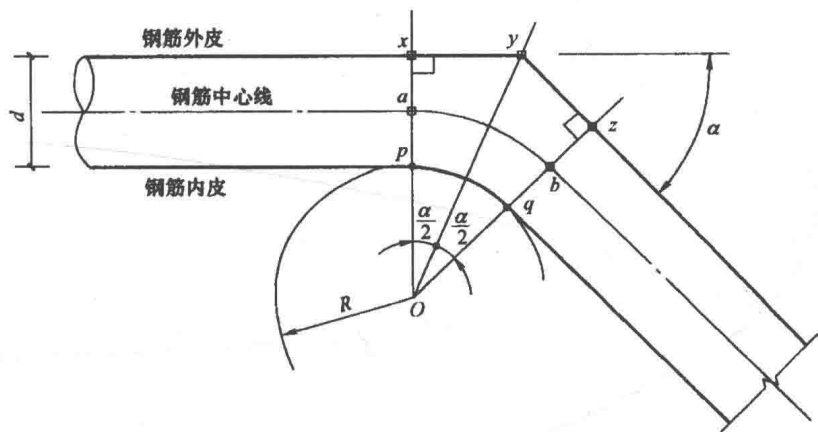
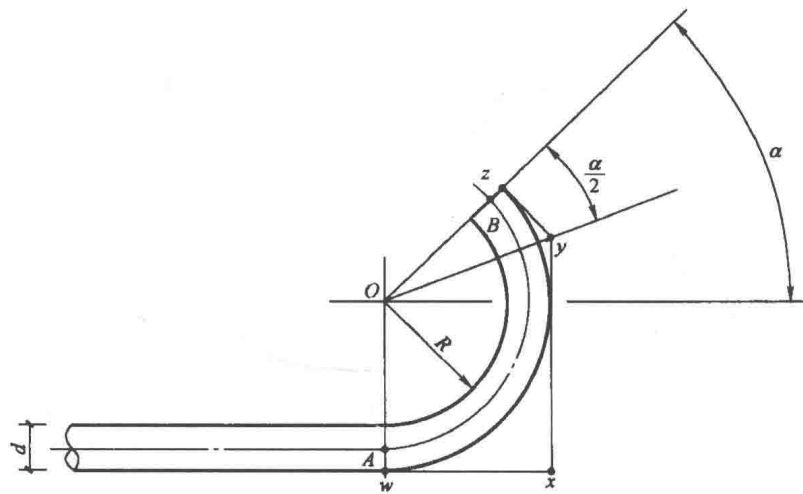

图 1-6 小于或等于 90°钢筋弯曲外皮差值计算示意图
图 1-7 135° 钢筋的弯曲差值计算示意图
如图 1-6 所示，钢筋的直径大小为 d ；钢筋弯曲的加工半径为 R 。钢筋加工弯曲后，钢筋内皮 pq 间弧线，就是以 R 为半径的弧线，设钢筋弯折的角度为 α 。
(1) 根据图 1-6 原理求证, 当 $R=2.5d$ 时, 30° 钢筋的外皮差值系数:
(2) 根据图 1-6 原理求证, 当 $R=2.5d$ 时, 45° 钢筋的外皮差值系数:
(3) 根据图 1-6 原理求证, 当 $R=2.5d$ 时, 60° 钢筋的外皮差值系数:
(4) 根据图 1-6 原理求证, 当 $R=2.5d$ 时, 90° 钢筋的外皮差值系数:
(5) 根据图 1-6 原理求证, 当 $R=2.5d$ 时, 135° 钢筋的外皮差值系数, 在此可以把 135° 看做是 $90^\circ + 45^\circ$ 。
(6) 根据图 1-6 原理求证, 当 $R=2.5d$ 时, 180° 钢筋的外皮差值系数, 在此可以把 180° 看做是 $90^\circ+90^\circ$ 。
135° 钢筋的弯曲差值, 要绘出其外皮线, 如图 1-7 所示。外皮线的总长度为 $wx+xy+yz$, 下料长度为 $wx+xy+yz-135^\circ$ 的差值。按如图 1-6 所示推导算式: